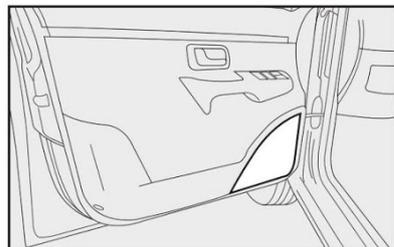

fig. 136
- alto-falantes na porta dianteira fig. 136.